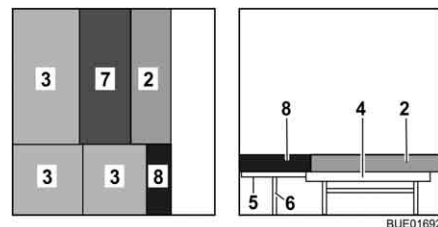

Bild 112 Efter ombyggnaden
- Placera den extra dynan (Bild 112,8) på sänglådornas förlängning (Bild 112,5).
- Lägg extradynan (Bild 112,7) på bordet (Bild 112,4).
- Lägg ryggdynan (Bild 112,2) framför den extra dynan (Bild 112,7) på bordet.